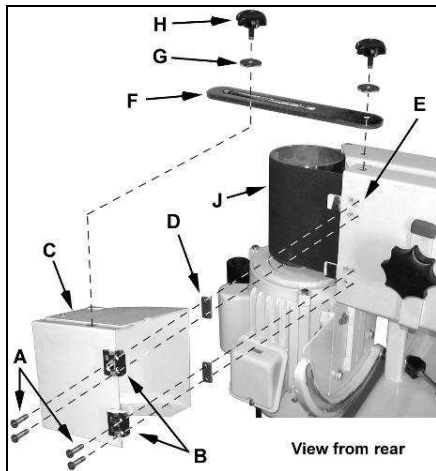

Fig 5
Monter le carter du rouleau (C, Fig 5) avec quatre vis M4x20 (A). Deux plaquettes carrées (D) doivent être interposées entre les charnières (B) et le carter (E).